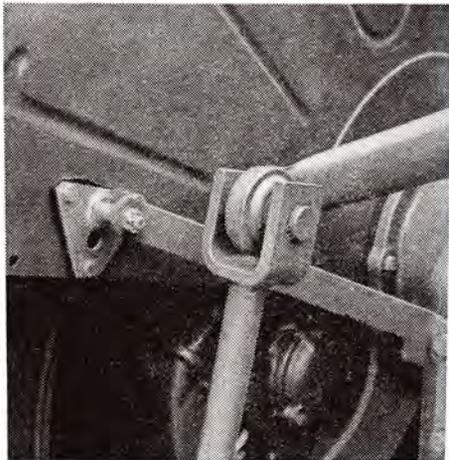

Abb. 76
1. Die Kotflügelstrebe (Abb. 76) ist durch Entsplinten und Ausschrauben der Mutter M 10 an dem Konsolenhalter des Kotflügels abzumontieren.